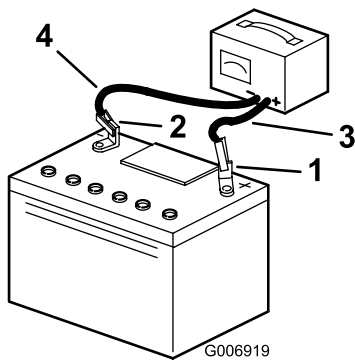

Bild 26
5. Schließen Sie die Kabel des Ladegeräts von den Batteriepolen ab (Bild 26).